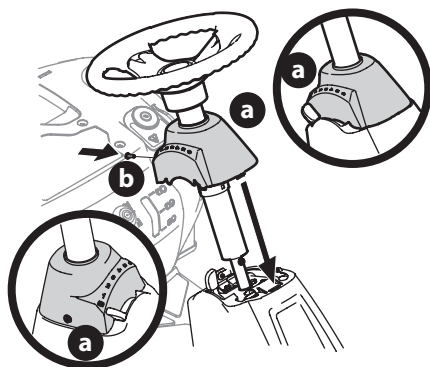

Figura 5
- Deslice la tapa del pedestal (a) hacia abajo sobre el tractor cortacésped y rótele ligeramente a la derecha para calzarla en su lugar. Sujete la tapa del pedestal (a) con el tornillo (b) que extrajo antes (Figura 5).